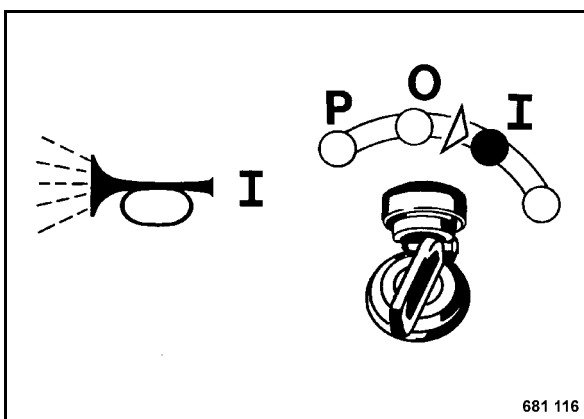

Fig. 17
- Girar la llave de contacto a posición "I" (Fig. 17), suena el zumbador.